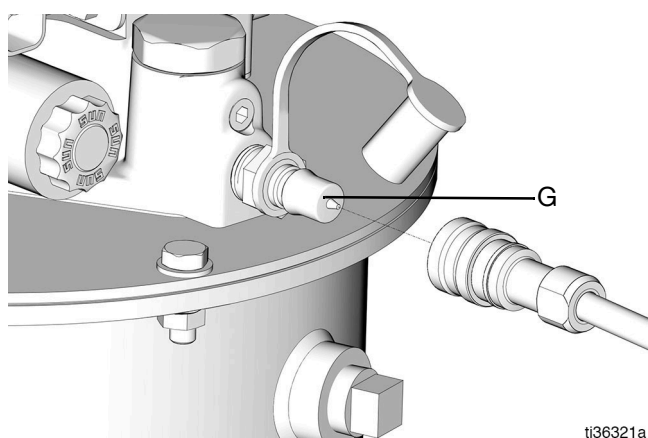

Рис. 18
1. Подсоедините шланг подачи смазочного материала (JJ) от насоса станции дистанционного заполнения (AA) к заправочному порту (G) (Рис. 18).